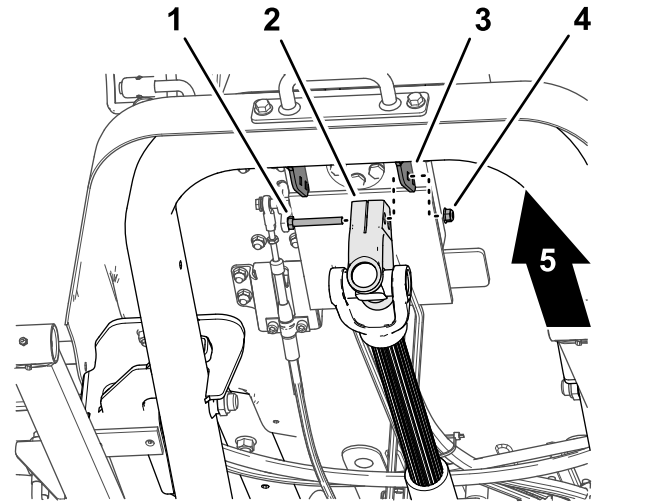

Figura 17
1. Mientras sostiene el árbol de transmisión, retire el tornillo de caperuza y la contratuerca que fijan la horquilla del árbol de transmisión al soporte de montaje de la válvula de dirección (Figura 17), y baje con cuidado el árbol de transmisión.